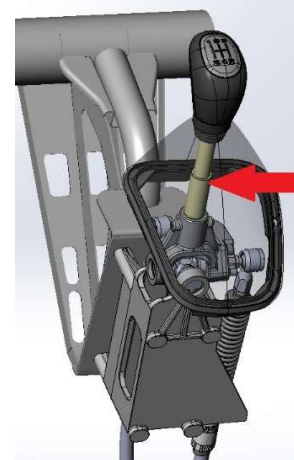

Рис. 16
- 1.4.6 Предварительно установить рычаг ПП в нейтральное положение (Рис. 16).